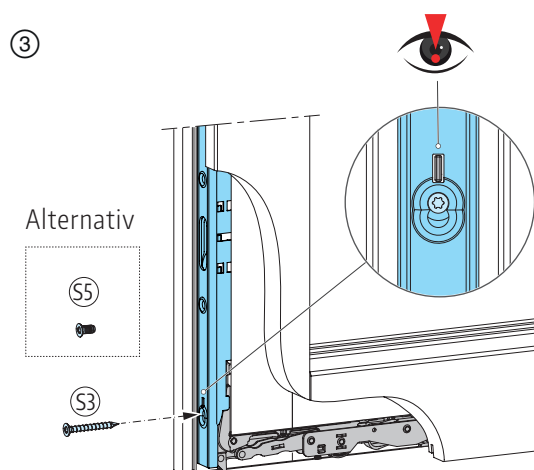
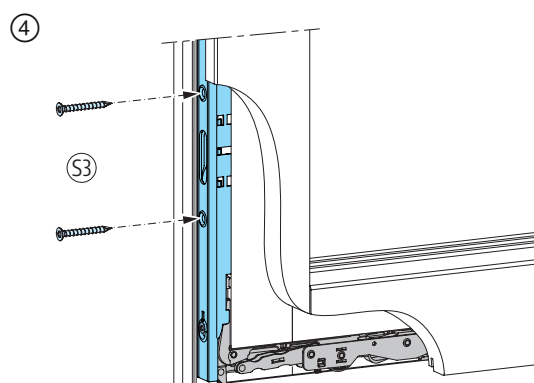

Abb. 28
Abb. 29
③ Abgelängtes Getriebe mittels Schraube S3 oder S5 an Laufwagen koppeln; **Abb. 28** und ④ mit Schrauben S3 an Schiebeflügel festschrauben; **Abb. 29**.